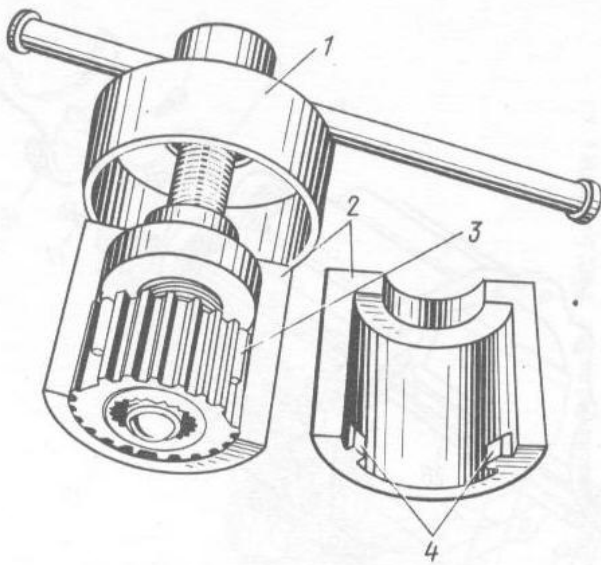

Bild 3-64. Ausbauvorrichtung für Nabe des Synchronisators für 5. Gang:
- Nabe des Synchronisators für 5. Gang von Welle mit einer speziellen Ausbavorrichtung 1 (Bild 3-63) mit Greifern 2 (Bild 3-64) an kurzge-